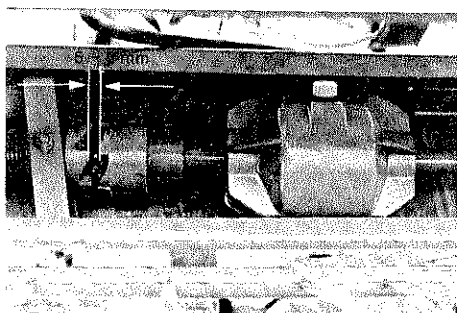
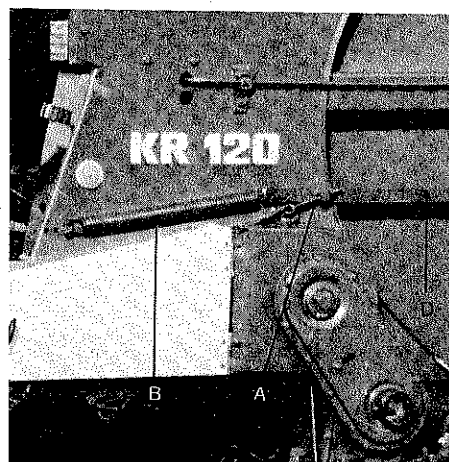

Abb. 14
Abb. 15
Mit der Ösenschraube A in Abb. 15 kann der Abstand der Klauenkupplung entsprechend wie in Abb. 14 auf 5 - 8 mm eingestellt werden.
6. Rückholfeder B mit Gestänge D (Abb. 15 auf Seite 14) nachspannen.